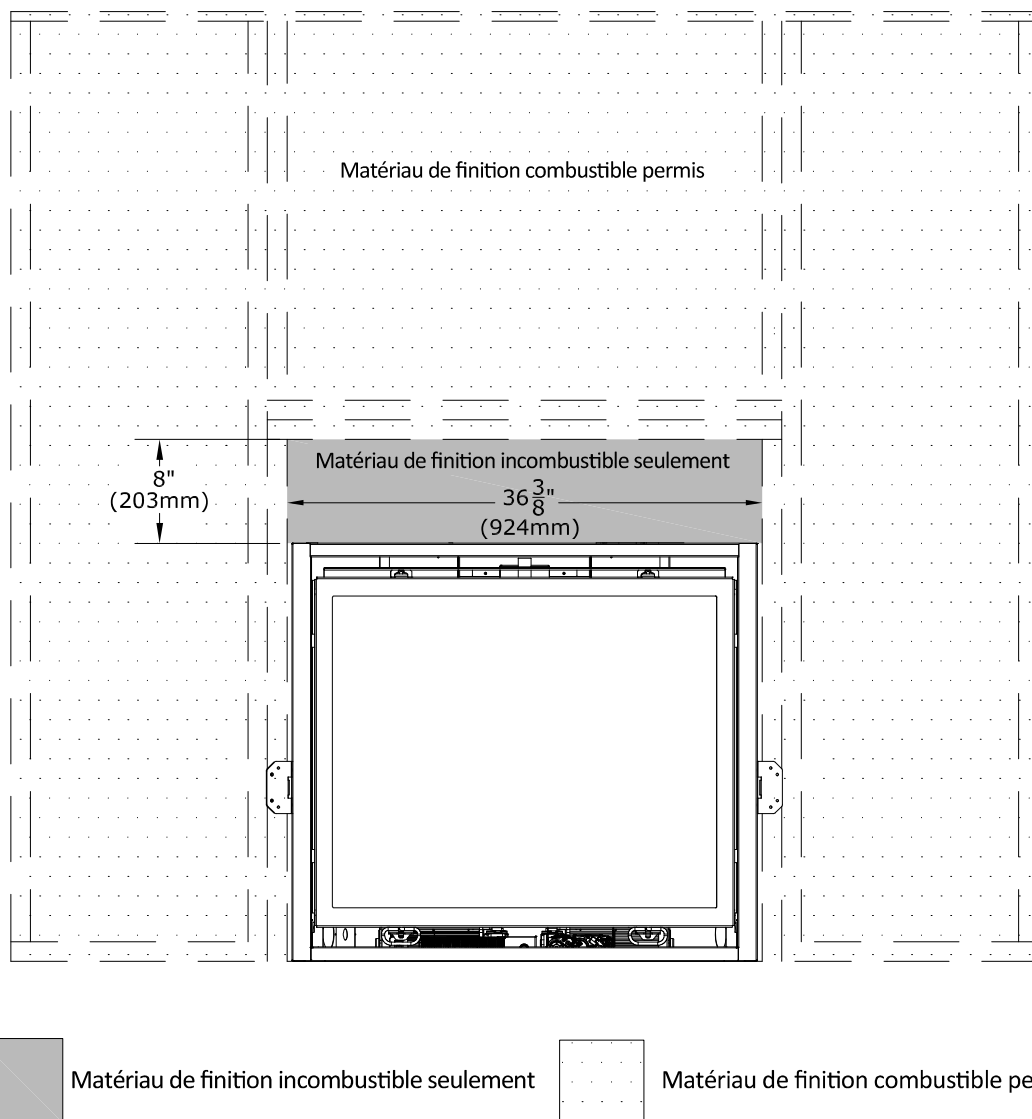

Figure 5.5 - Non-Combustible Finishing Material Requirements
- Un panneau incombustible de 37-3/4 po x 10-1/2 po est fourni avec ce foyer. Ce panneau couvre plus que la surface de façade incombustible exigée. Voir la Figure 5.5 (Zone de finition incombustible) pour les exigences minimums concernant les matériaux de finition incombustibles.